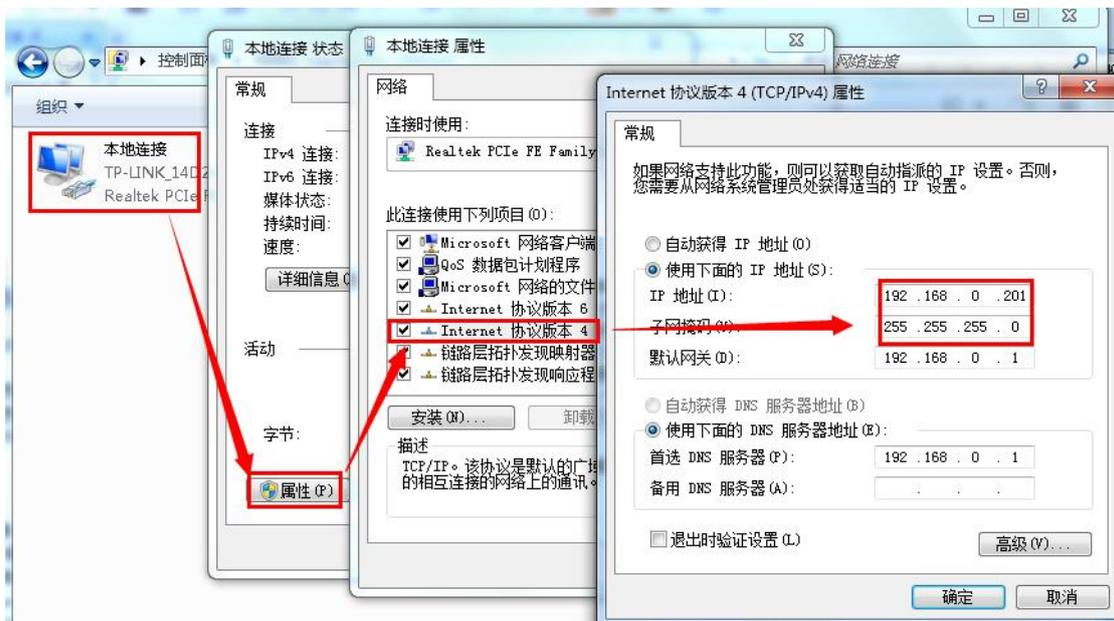

图 4 PC 机本地连接设置
- 1) 打开测试软件“USR-TCP232-Test.exe”，按照图 4 连接好硬件。